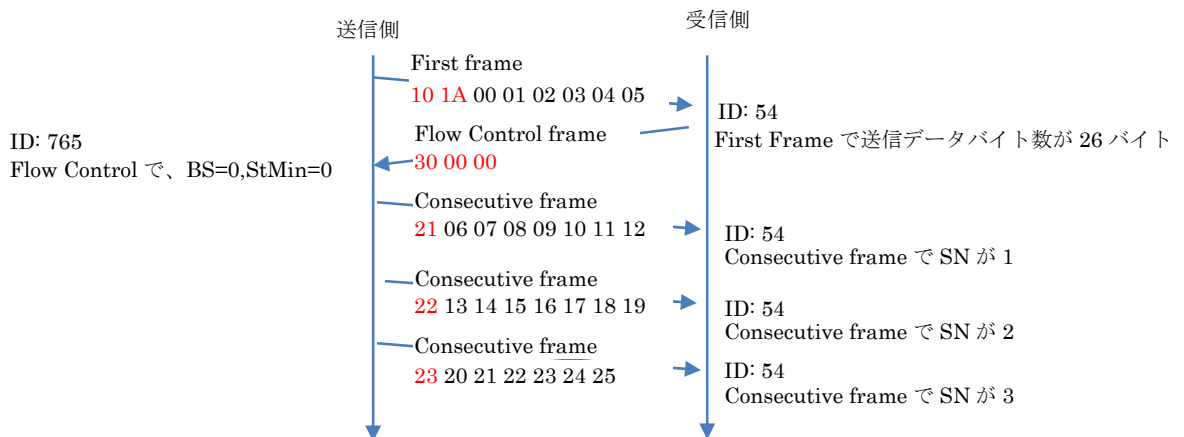
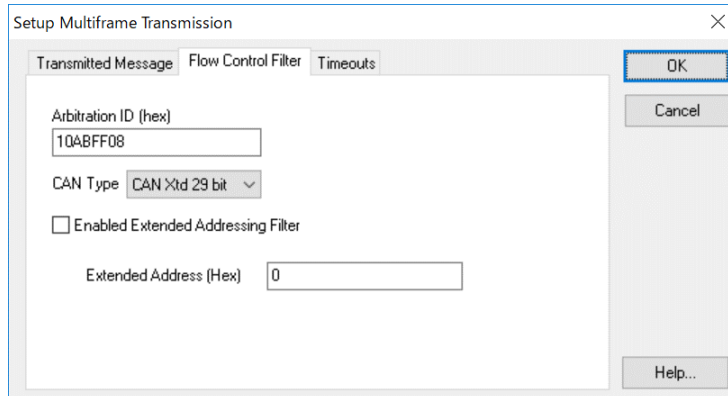

図 2.2.1.1
図 3.2.6
16. neoVI FIRE①からメッセージを送信してみます。送信メッセージ画面(図 3.2.6 参照)の Tx Panel から 1 メッセージを送信します。時系列に表示させるために Scroll ボタンを ON にしておきます。DataBytes 部を見ると、設定したデータが送信されていることがわかります。図 2.2.1.1 のデータフロー通りの内容となっています。